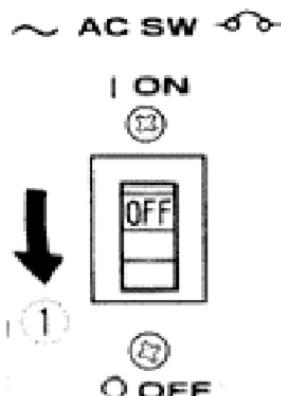

Рис. 20
1. Встановіть вимикач живлення електроприладу в положення OFF («ВІМК.» або від'єднайте його силовий кабель від розетки генератора. Переведіть автоматичний вимикач у положення OFF («ВІМК.»)(Рис.20).